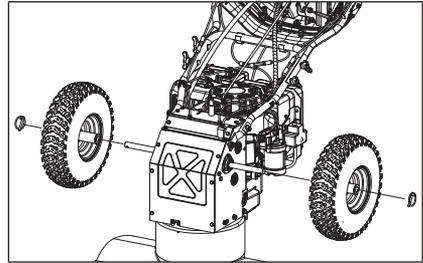

Figure 65
2. Démontez les roues en retirant d'abord la pince de roue, puis en faisant glisser les roues des essieux. (Fig. 65)